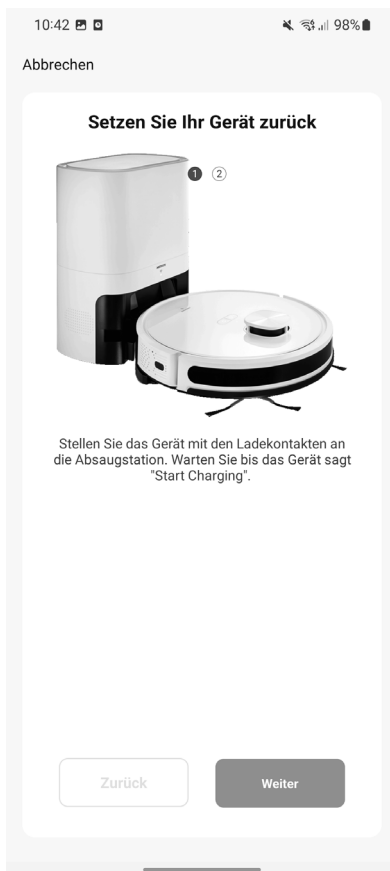

Fig. 4
- ▶ Posizionare il robot sulla stazione di ricarica e attendere che venga emesso il messaggio vocale "Charging" (vedere la fig. 4).